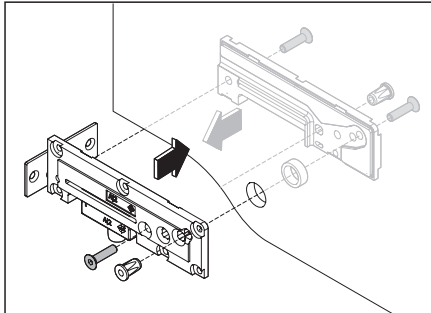

Abb. 7 Den Beschlag montieren
- Den kompletten Beschlag an das Oberlicht montieren (Abb. 7).